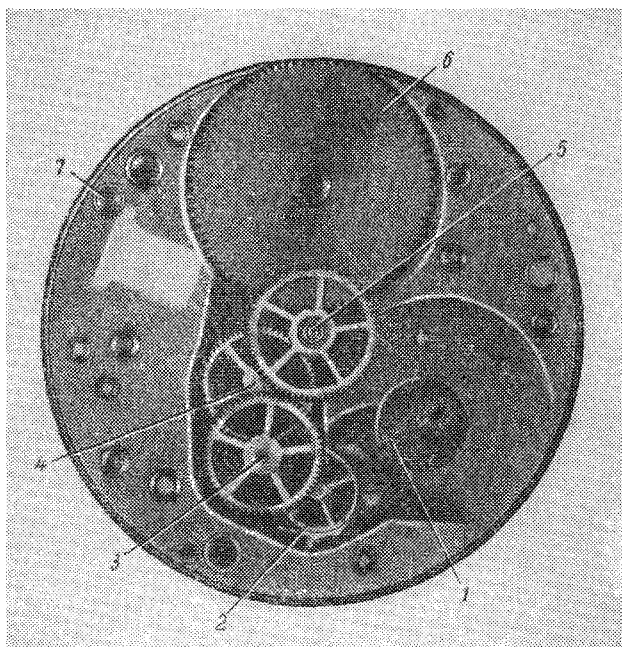
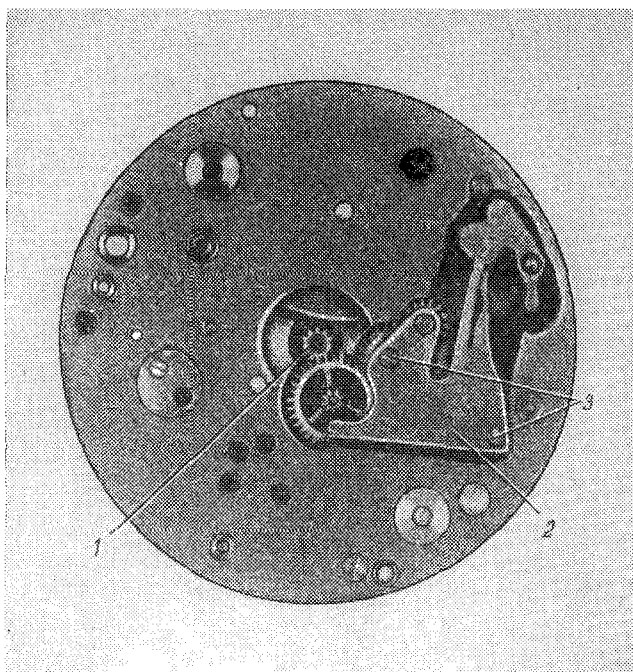

Рис. 73. Механизм часов с анкерным ходом без мостов (вид сверху):
Рис. 74. Подциферблатная сторона механизма:
**Зубчатая передача** (см. рис. 73) служит для передачи движения и силы от одной оси механизма к другой. Основную часть зубчатой передачи составляют колеса: барабанное 6, промежуточное 4, центральное 5, секундное 3 и соответственно к ним трибки. Каждое колесо вращается вокруг своей оси на двух цапфах, входящих в отверстие платины и моста.
в) снимают колеса (рис. 73) и кладут на разборную карту: анкерное 2 — на клетку к; секундное 3 — на клетку л; промежуточное 4 — на клетку м;
е) снимают центральное колесо (см. рис. 73), для этого осторожно выбивают тупым пуансоном его ось из минутной трибки (рис. 74). Центральное колесо кладут на клетку с, минутную трибку — на клетку т, платину — на клетку у.
*Сборка первого узла* (см. рис. 73).
Устанавливают минутную трибку 1 (см. рис. 74) на ось центрального колеса, при этом зубья трибки осторожно заводят между зубьями вексельного колеса, иначе можно сломать зубья или ось центрального колеса.